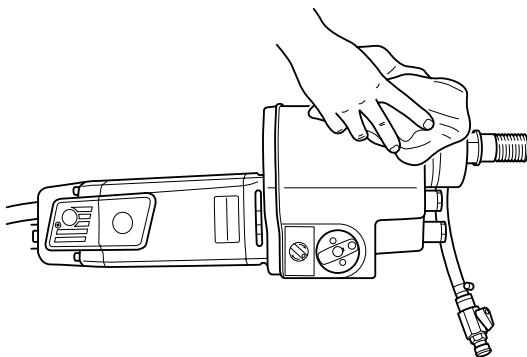

Fig. 8
- Keep the drill and drill bit clean in order for drilling to be carried out safely (Fig. 8).
- Das Gerät und den Bohrer sauber halten, um ein sicheres Bohren zu gewährleisten (Abb. 8).
- Nettoyer la machine et les trépans afin de garantir la sécurité pendant le perçage (fig. 8).